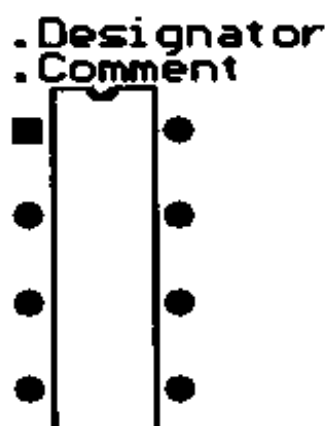

图 7-26 设置字符串
(4) 设置零件封装参考点。选择主菜单的菜单项“Edit”下的“Set Reference”子菜单, 在子菜单中有三个菜单项, 即: “Pin 1”、“Center”和“Location”。其中 Pin 1 表示以 1 号引脚为参考点, Center 表示以零件中心为参考点, Location 表示由用户指定一个位置作为参考点。本例选“Pin 1”, 以 1 号引脚为参考点。
(5) 设置字符说明。用鼠标左键单击 PCBLibPlacementTools 浮动工具条上的“String”图标, 也可以选择主菜单项的 Place\String 命令或单击快捷键 P、S。结果如图 7-26 所示。